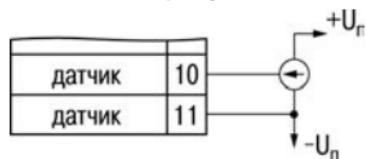

Рисунок 5.11
**Примечание** – Прибор может использоваться также как вольтметр с диапазоном от 0 до 1 В или милливольтметр от минус 50 до 50 мВ (рисунок 5.11).